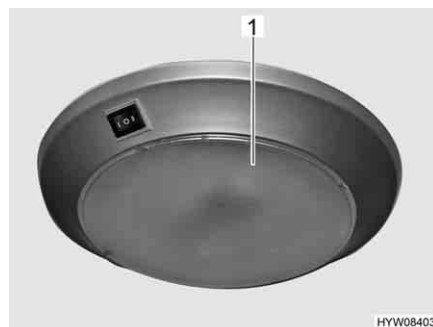

Fig. 201 Lampada a soffitto
- Sganciare e rimuovere con cautela l'inserto di plastica (Fig. 201,1).